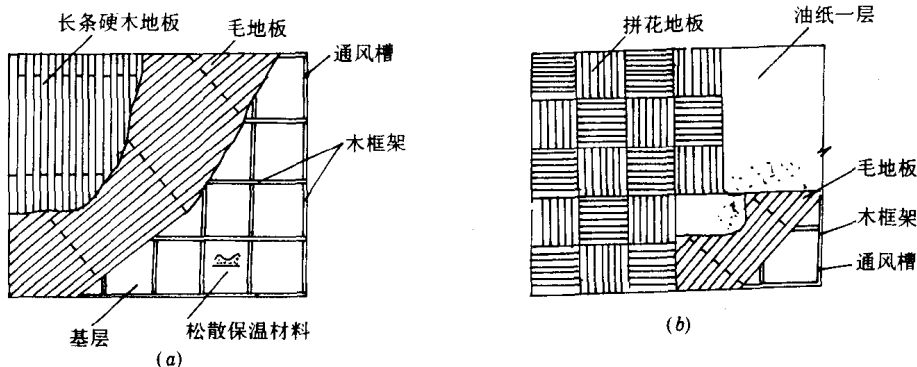

图 1-5 毛地板铺钉
4) 钉毛地板。在木框架顶面弹与木框架成 $36^\circ \sim 45^\circ$ 的铺钉线。如图 1-5 所示。人字纹面层，宜与木框架垂直铺设。
在毛地板上铺一层防潮纸(图 1-5)，先铺钉出几个方块或几档作为标准。(见图 1-10b)。